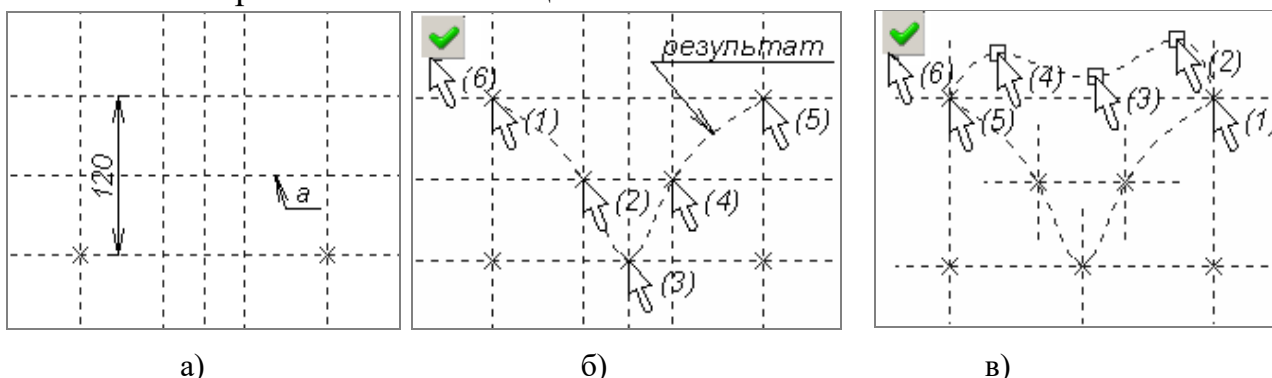

Рисунок 15 – Порядок построения сплайнов
2.4.4 Постройте прямую, отстоящую от горизонтальной прямой на 120 мм. Постройте прямую «а» (рисунок 15а), проходящую по середине между ними (порядок построения аналогичен рассмотренному в пункте 2.4.2).
2.4.5 Постройте сплайн по узлам чертежа. Порядок построения: вызвать команду «» («Построения|Сплайн»). Последовательно указать на узлы (1-5) (рисунок 15б) в изначально установленном режиме связного рисования «». Закончить построение сплайна опцией «».
2.4.6 Постройте сплайн по произвольным точкам (свободным узлам). Порядок построения: вызвать команду «» («Построения|Сплайн»). Установить режим свободного рисования «». Выбрать узел чертежа (1) (рисунок 15в), затем произвольные точки (2), (3) и (4), затем узел чертежа (5). Закончить построение сплайна опцией «».